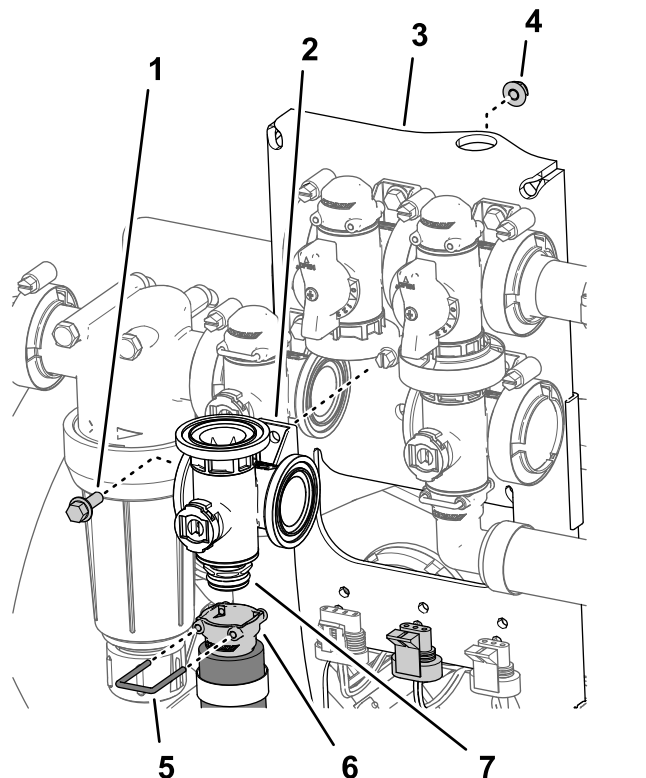

Figura 116
2. Retire la horquilla de retención que sujeta el conector de desconexión rápida al acoplamiento de desconexión rápida del distribuidor para la válvula de agitación (Figura 116).
3. Retire el perno con arandela prensada ($\frac{1}{4}$ " x $\frac{3}{4}$ ") y la tuerca con arandela prensada ($\frac{1}{4}$ ") que sujetan la válvula de agitación al soporte de la válvula, y retire el distribuidor de la válvula de la máquina (Figura 116).